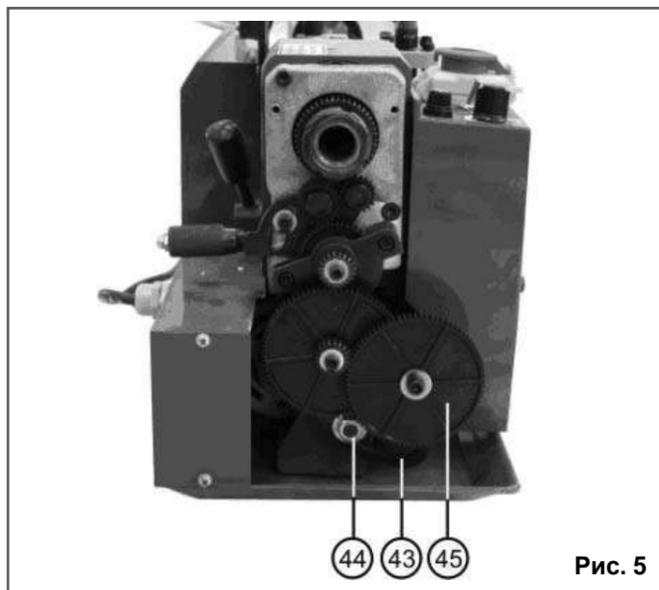

Рис. 5
10.6. Замена шестерен для нарезания резьбы (Рис. 5, 6а, 6б)
10.6.7. Позиция валов, несущих шестерни А и D, фиксированные, поэтому все регулировки выполняются на валах, несущих шестерен В и С и кулисе (43), как показано на Рис. 5.